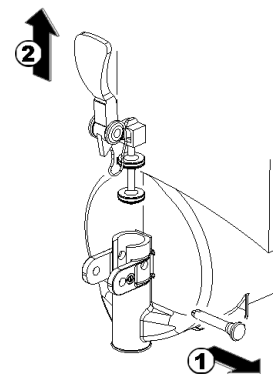

Bild 12
- 5 Den Abflßhahn in der gezeigten Reihenfolge zerlegen (Bild 12).
3 Den Hahn auf dem Behälter wieder zusammensetzen. Dabei die zur Demontage durchgeführten Schritte in umgekehrter Reihenfolge ausführen (Bild 12).